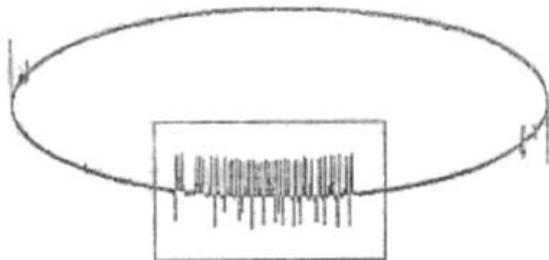

图 7-3 零标及电晕示意图
2. 当电晕放电图形出现在椭圆 270° 相位时，如图 7-3 示，表明检测系统电源电压与试验电压是同相同极性。也即正零标线是检测系统电源电压与试验电压共同的零相位。负零标线是共同的 180° 相位。